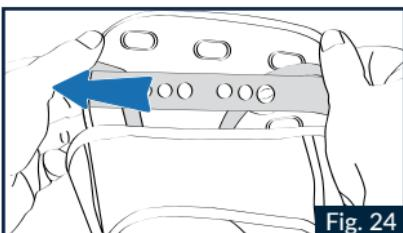

Fig. 24
1.2 Spostare il bottone circolare stesso lungo il supporto plastico longitudinale e riagganciarlo in uno dei fori successivi (Fig.24).